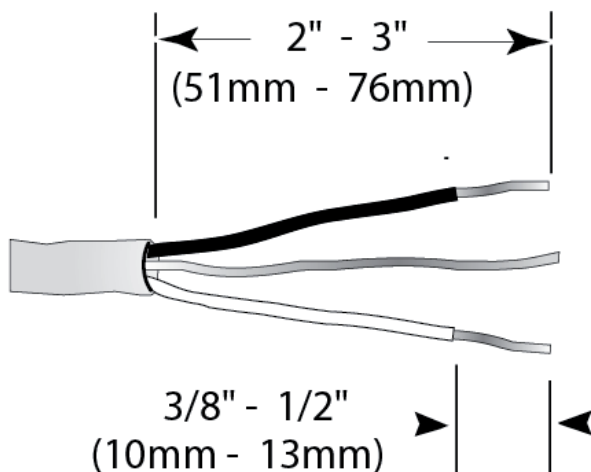

Figure 8
2. Enlever 2 à 3 po (51 à 76 mm) de la gaine extérieure du câble d'alimentation résidentiel ou in-situ comme indiqué sur la **Figure 8**. Enlever 3/8 à 1/2 po (10 à 13 mm) de l'isolant de chaque fil comme indiqué sur la **Figure 8**.